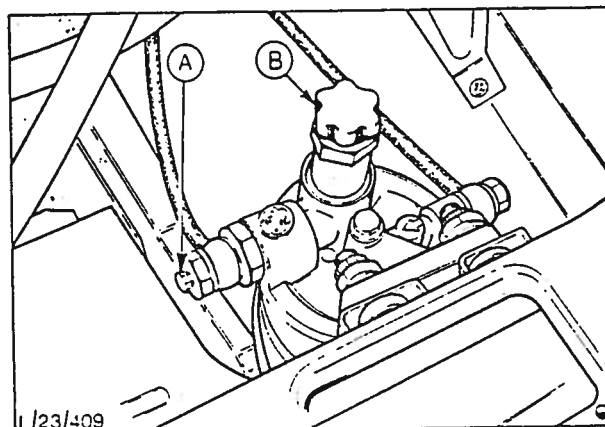

Fig. 24 Brennstofffilter.
3. Plasser et tappekare under brennstofffilteret og løsne filterets utluftningsbolt med ca. 1/2 omdreining (fig. 24).
4. Skru ut håndpumpestemplet (fig. 24) og luft filteret ved å pumpe brennstoff gjennom utluftningsbolten. Trekk til utluftningsbolten.